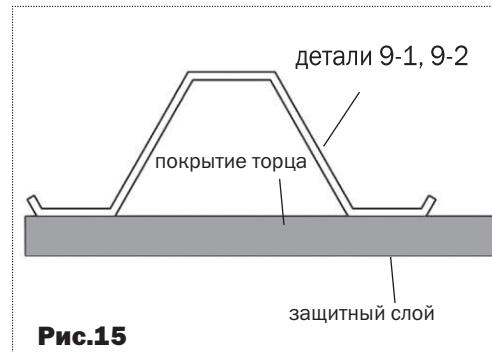
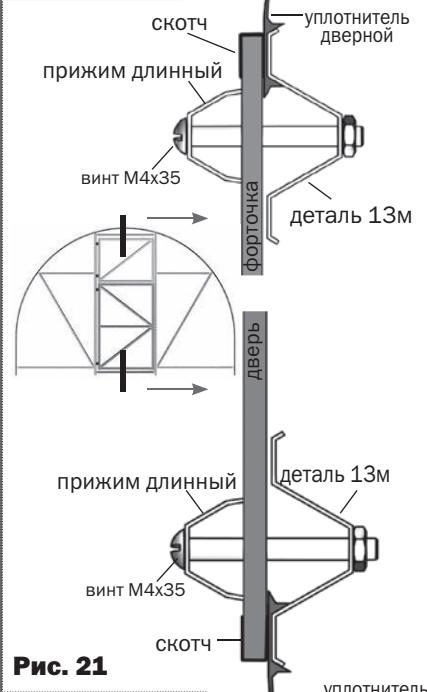
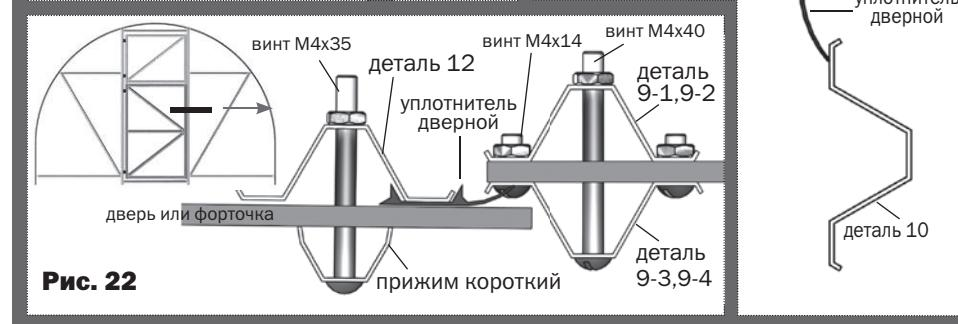
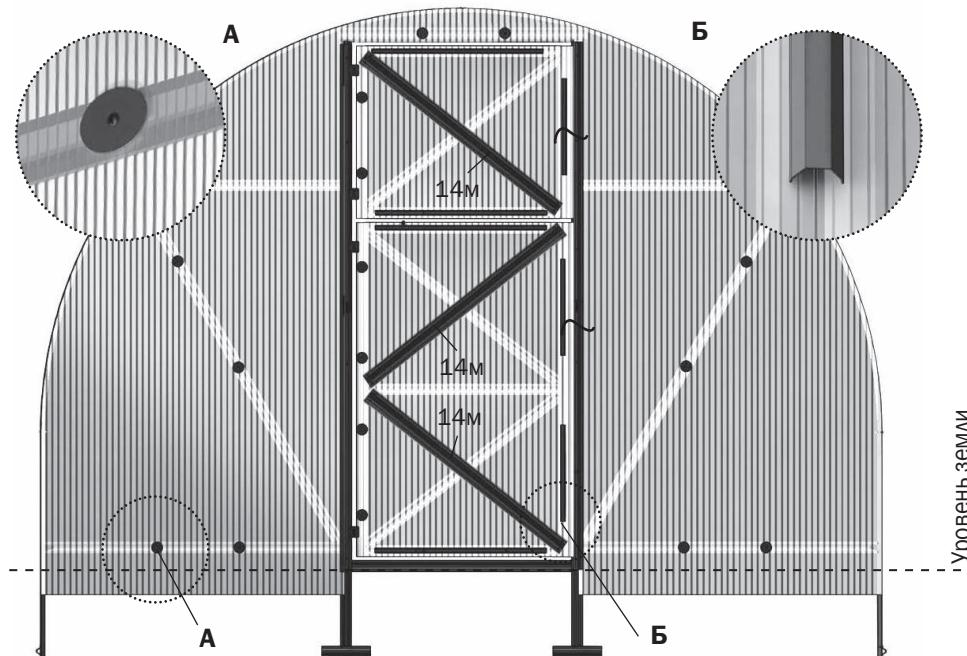

Рис.15
Рис.21
Рис.22
Рис. 23
2. Установите боковые куски покрытия торца в соответствии с **рис.15**. Придерживая кусок покрытия, закрепите его винтами с шайбами по деталям **11** и **8** (**рис.23**). Отверстия для винтов выполняются сверлом диаметром 4 мм изнутри теплицы через готовые отверстия в деталях каркаса.
3. Состыкуйте детали **9-3** и **9-4** (**рис.16**) и установите их в соответствии с **рис.17** и **рис.22**, оставляя отверстия под вертушки. Вырежьте куски покрытия для установки над дверными проемами и установите их, закрепив шайбами (**рис.21**).
5. Закрепите куски покрытия на форточки и двери прижимами и шайбами (**рис.23**), предварительно закрыв соты (оклеив их скотчем). По сторонам, противоположным петлям покрытие должно выступать за каркас на 15 мм (**рис.22**). Профили уплотнительные устанавливаются по контуру дверей и форточек в соответствии с рисунками **19...22**.
6. Шайбы и прижимы на торце устанавливаются в соответствии с **рис.23.**
Покрытие, закрепляется винтами с шайбами в соответствии с рис. 23а. В некоторых деталях остаются свободные отверстия, по ним винты с шайбами не устанавливать!
Рис. 23а